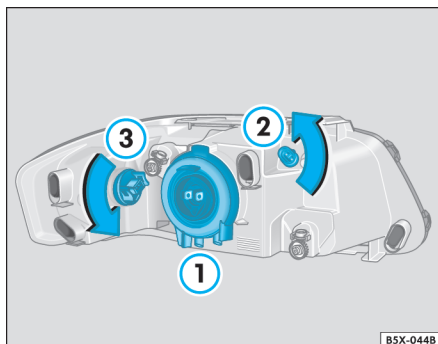

Fig. 127 Vista general de las lámparas
- Gire el soquete ⇒ fig. 127 ③ -flecha- a través del “asa” existente para esta finalidad y retírelo del alojamiento.